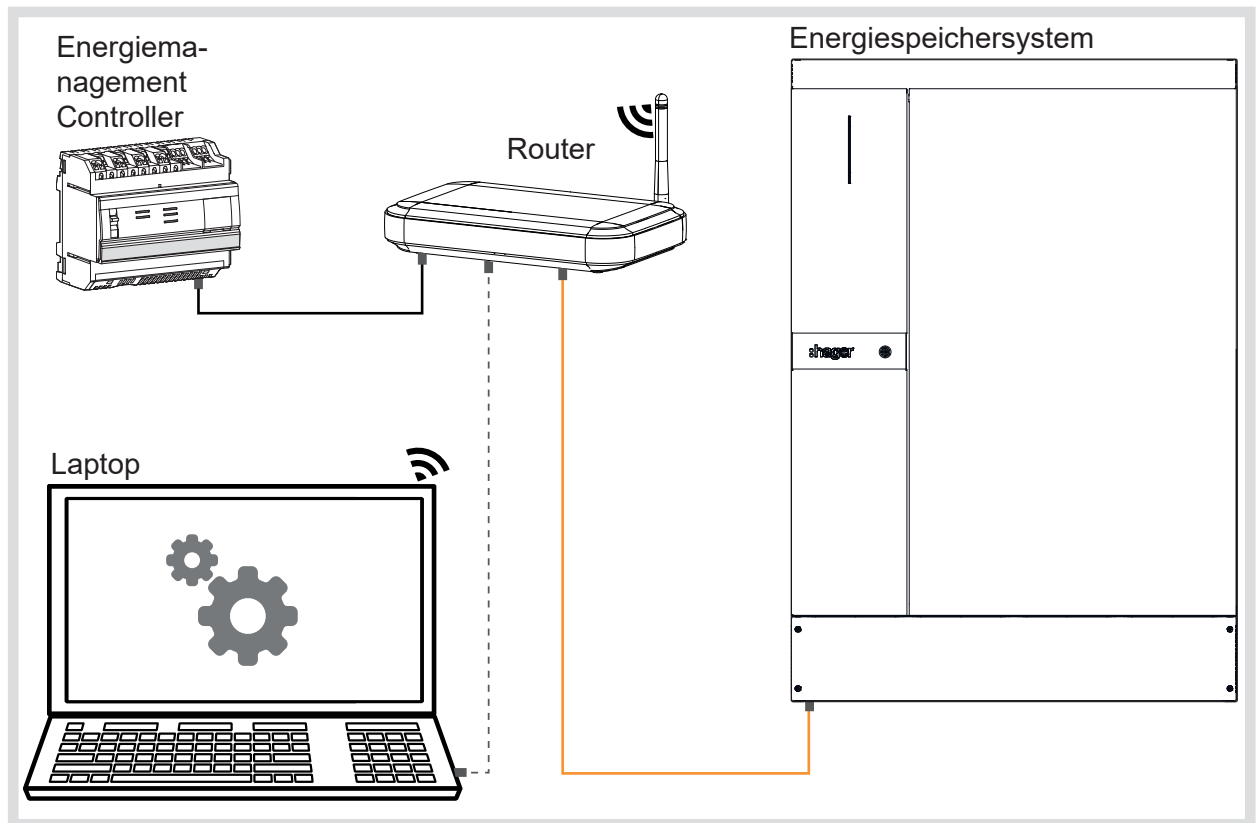

Bild 31: Energiespeichersystem im Heimnetzwerk mit Hager *flow*
- RJ45-Buchse des RJ45-Patchmoduls im Hauptanschlussbereich des Energiespeichersystems über Netzkabel, mindestens Cat.6 (Empfehlung aus Hager Katalog: G8311), mit dem Router/Netzwerk des Kunden zu verbinden (Bild 31). Am Router muss DHCP aktiviert sein.